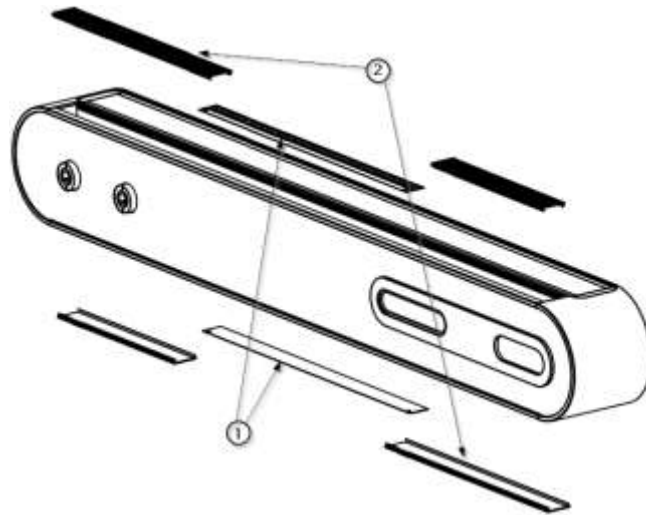

Abb. 2 Entfernen der Lüftungsgitter und der oberen und unteren Abdeckungen
- Entfernen Sie die Lichtdiffusoren ① mit einem flachen Werkzeug, wie in Abbildung 2 dargestellt, und achten Sie dabei darauf, den Lack der oberen und unteren Abdeckungen ② nicht zu zerkratzen.